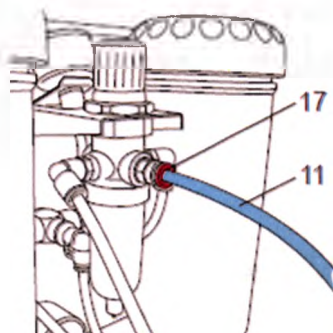

Рис. 13
3. Подсоединение сжатого воздуха (рис.13)
- Шланг для сжатого воздуха (11) вставить до упора в гнездо (17). При этом будет ощущаться легкое сопротивление.